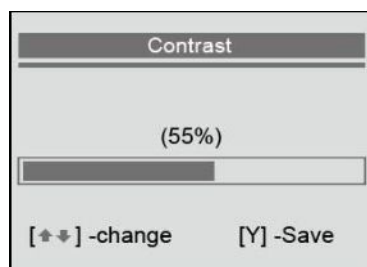

Рисунок 2-17
2) С помощью **кнопок прокрутки вверх/вниз** отрегулируйте контрастность дисплея сканера. После этого нажмите кнопку **Y**, чтобы подтвердить изменение, или нажмите кнопку **N**, чтобы вернуться в предыдущее меню без сохранения изменений. См. рисунок 2-17.